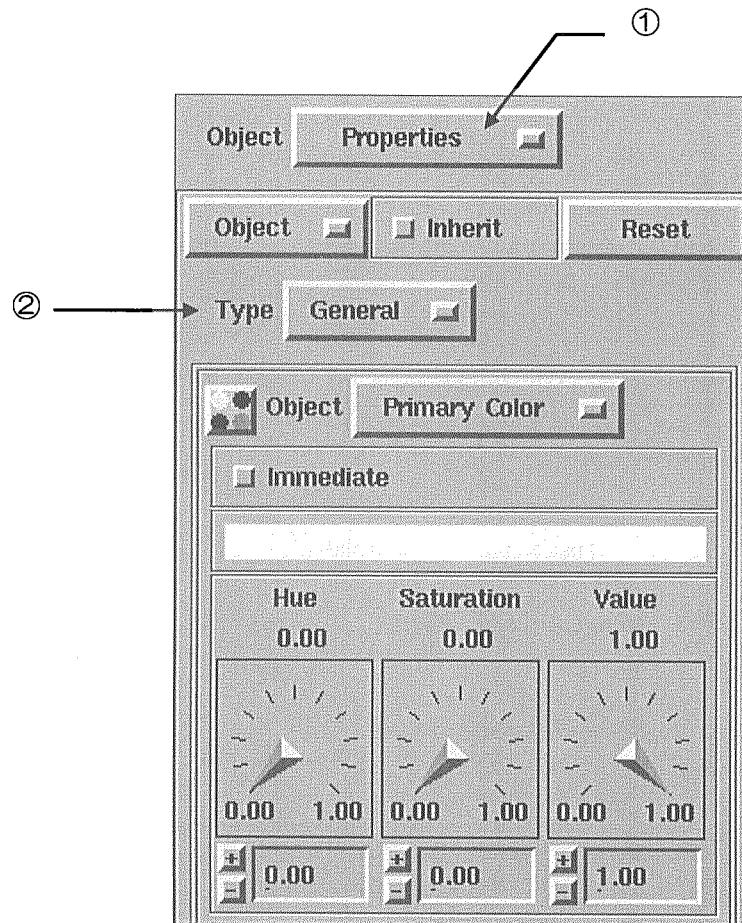

図 3-19 [General] オブジェクトエディタ・メニュー
オブジェクトエディタ・メニューから [Properties] を選択します(図 3-19 ①)。
メニューの中の Type 選択メニューから [General] を選択します(図 3-19 ②)。
メニューは図 3-19 のように変わります。
「ティーポット」を選択します。この時「ティーポット」の表示方法が Line の場合は、Object 選択メニュー(図 3-19 ①)から [Mode] を選択し、全て Inherit にします。